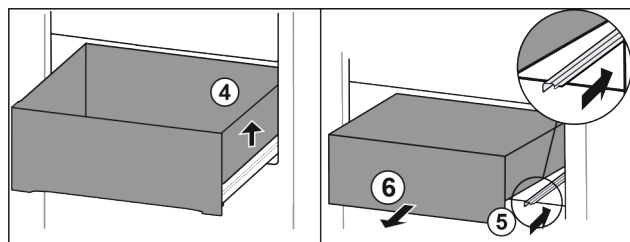

Fig. 160
- Sollevare il cassetto a destra. Fig. 160 (4)
- Inserire la guida destra. Fig. 160 (5)
- Rimuovere il cassetto tirandolo in avanti. Fig. 160 (6)